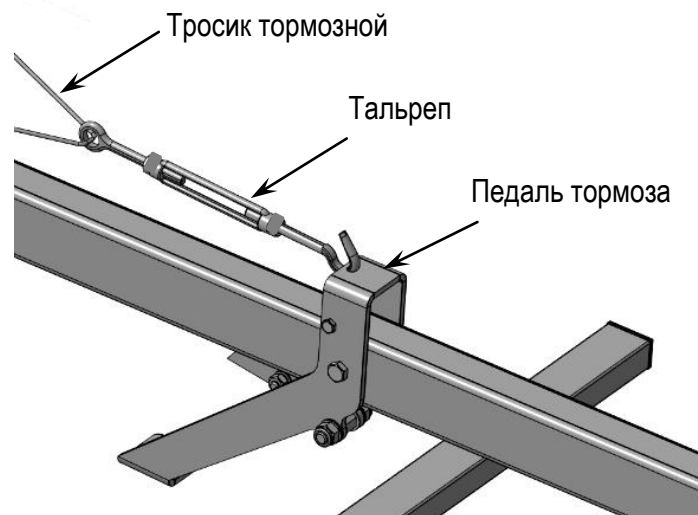

Рис.9 Схема сборки тормозной системы.
5. Установить тормозную систему – Рис.9.